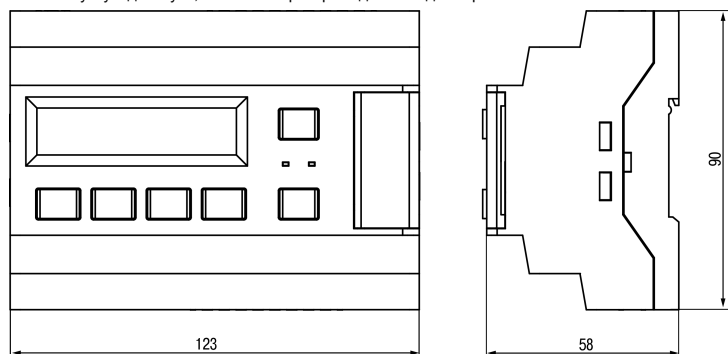

Рисунок 2 – Габаритний креслений пристрою
1. Підготувати на DIN-рейці місце для встановлення пристрою відповідно до розмірів пристрою (див. рисунок 2).